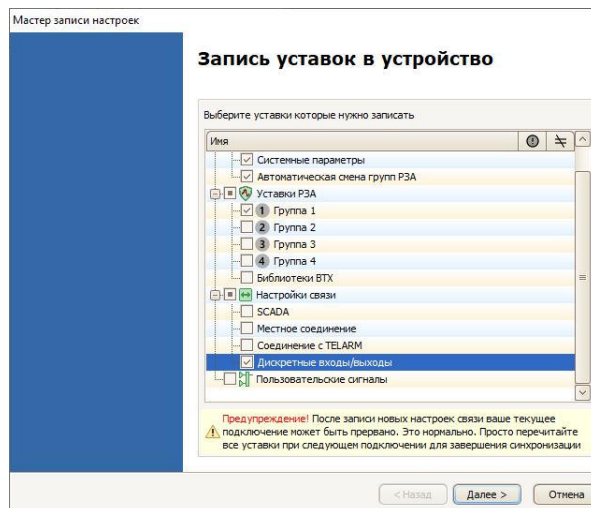

Рис.6.20. Начальное окно Мастера записи настроек
2. В открывшемся окне Мастера записи настроек (см.Рис.6.20) выберите необходимые для загрузки настройки (уставки) реклоузера и нажмите кнопку «Далее».